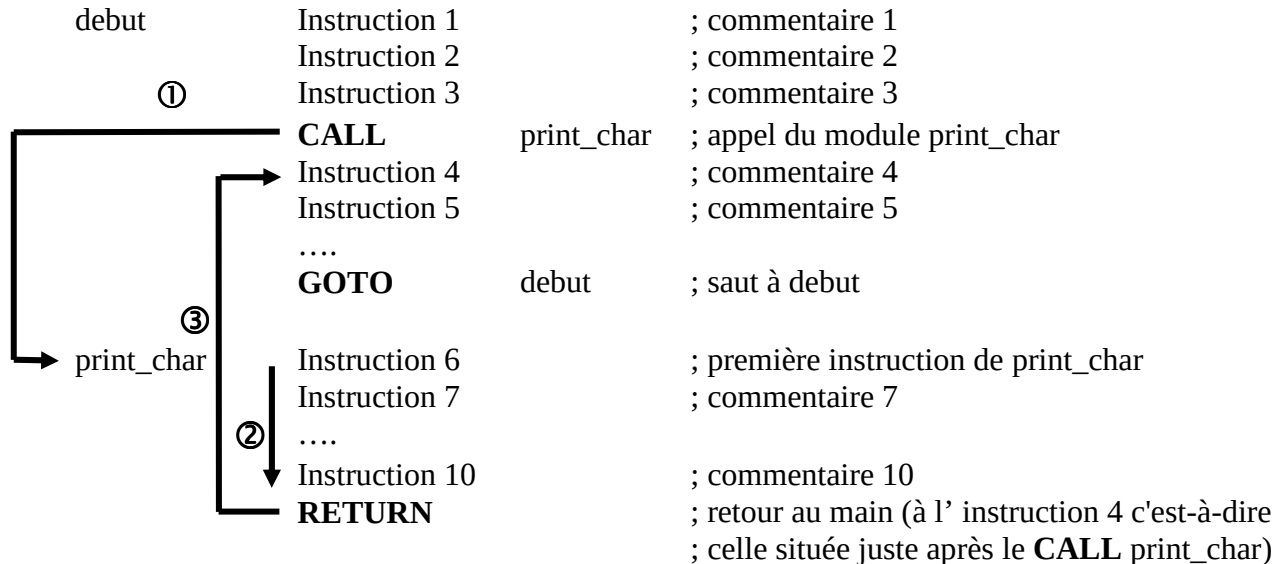

Figure IV.37.
Cette instruction a également été présentée dans le chapitre III.3. sur les généralités quand on a vu le principe d'un sous-programme (ou module en assembleur $\cong$ fonction du C). On en rappelle le principe sur la figure IV.37.
- l'instruction **CALL** permet **de sauter à une autre adresse** (précisée sur 11 bits par **k** dans le champ opérande du code machine de l'instruction = « **ticket aller** ») qui est celle de la première instruction du sous-programme :cf. ① et instruction 6 sur l'exemple de la figure IV.37.
- retour vers l'instruction qui suit l'appel (cf. ③ et instruction 4 sur l'exemple de la figure IV.37.) au moment du **RETURN** : « **ticket retour** » grâce à la pile,
- grâce au système des labels, on peut donner un nom **symbolique** à **k**, comme sur la figure IV.37. : l'assembleur transformera le label **print_char** en une adresse de 11 bits pour effectuer (comme demandé par **CALL print_char**) l'appel du module **print_char** situé à l'adresse correspondant au label **print_char**,
L'exemple de la figure IV.37. pourrait s'écrire en C :
C'est cette instruction qui, placée à la fin d'un module, en indique la fin, comme on le voit sur la figure IV.37.
Ce qui permet de continuer l'exécution du programme à l'instruction qui suit en mémoire l'appel du module (cf. ③ de la figure IV.37. précédente).